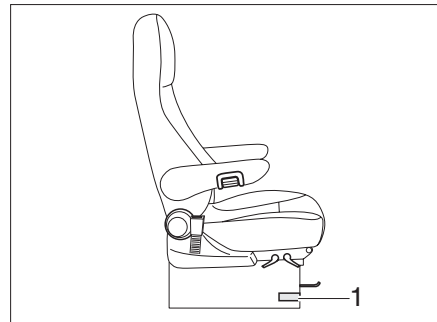

Fig. 38 Sedile del conducente e sedile del passeggero
- ▶ Spingere o tirare la leva per la rotazione del sedile (Fig. 38,1). L'arresto del sedile si sblocca.